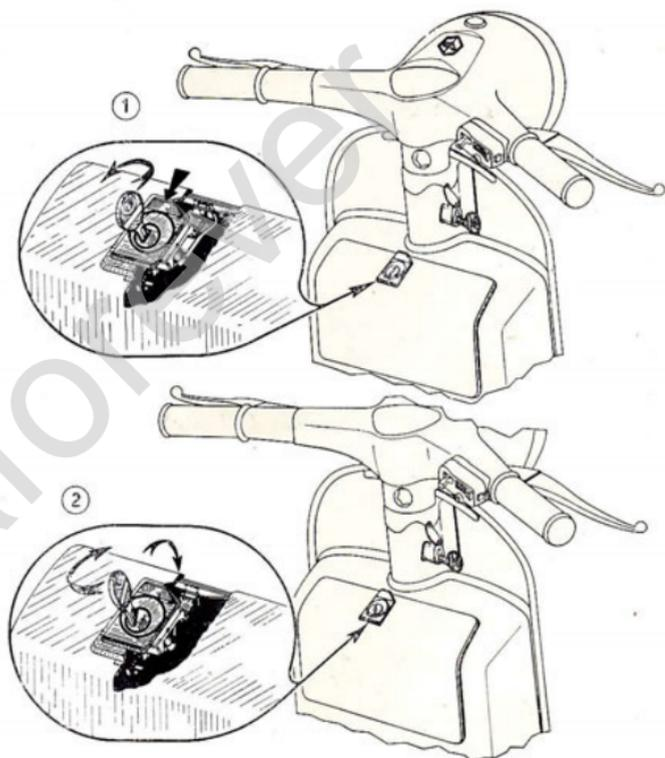

Fig. 4 - Serratura antifurto del bauletto
2. Serratura bauletto	<p>Per aprire il portello del bauletto introdurre la chiave nella serratura e ruotarla verso sinistra, a fine corsa; quindi premere in basso il quadretto esterno della serratura (fig. 4).</p> <p>Per chiudere, agire sullo sportello fino a far scattare la serratura contro l'apposita battuta del bauletto; quindi ruotare la chiave a destra ed estrarla.</p>